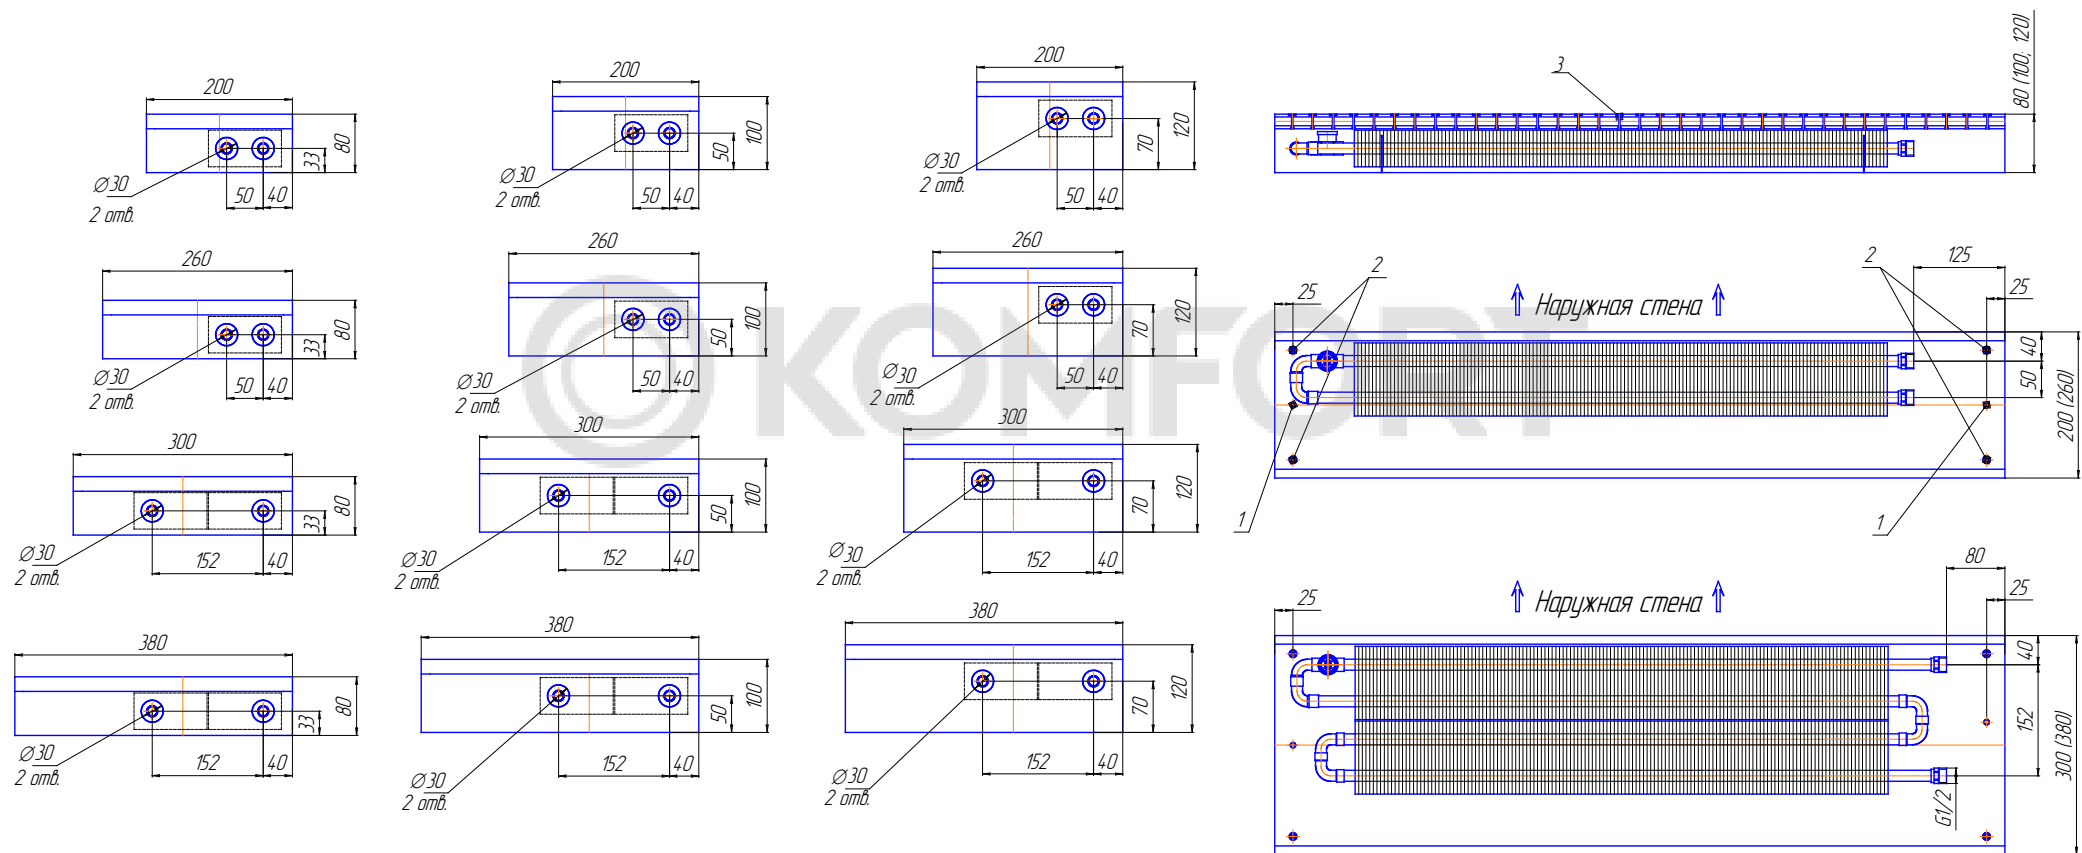

Рис.8 Конвекторы «Бриз» (естественная конвекция).
4. Вывернуть корпус конвектора, используя уровень и регулирующие винты (поз.2, рис.8, 9, 10), располагающиеся в углах корпуса конвектора таким образом, чтобы верхняя часть конвектора находилась на уровне «чистого пола» с допуском ± 1 мм. (При длине прибора более 2м вводятся дополнительные регулировочные и крепежные отверстия).
5. Вывернутый конвектор крепиться к полу с помощью крепежного набора. Крепежные отверстия находятся на дне корпуса (поз.1, рис. 8, 9, 10).
При проведении отделочных работ декоративную воздуховыпускную решетку (поз.3 рис.8, поз.6 рис.9, 10) снять, конвектор закрыть сверху защитной крышкой, чтобы не допустить попадания строительного мусора внутрь конвектора.